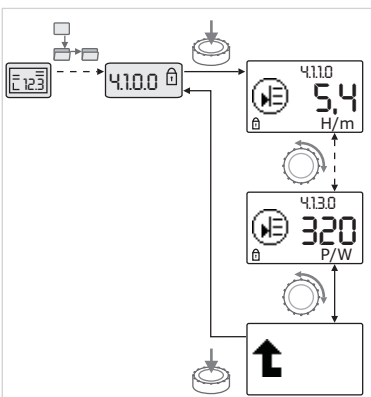

Fig. 46: Виклик інформації
- Обертаючи кнопку керування, керувати елементами меню типу «Інформація» чинного підменю (див. Fig. 46). Пояснення налаштувань, що їх відображують символи, див. у таблиці в главі 8.7 «Довідкові елементи меню» на сторінці 39.